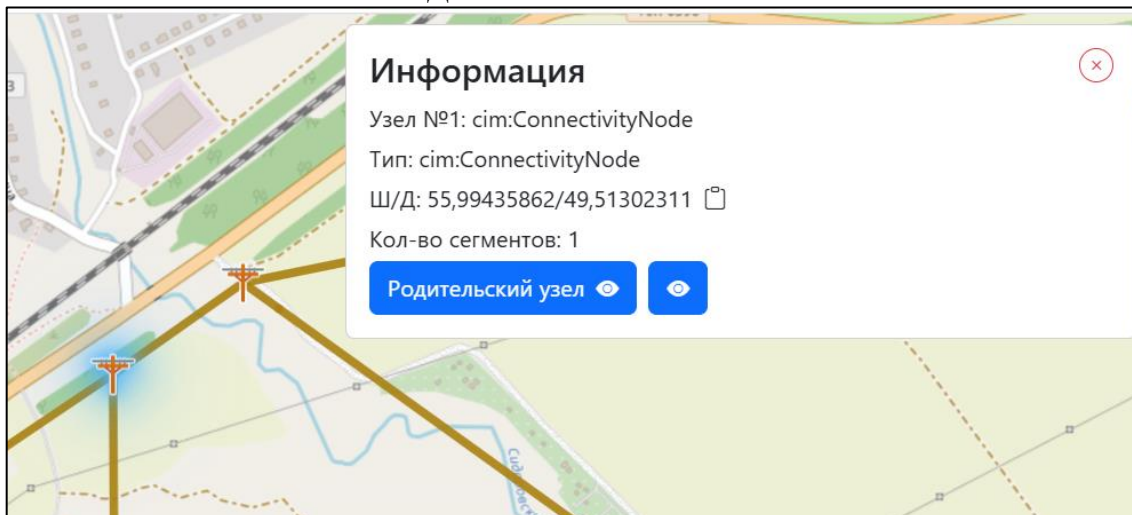

Рисунок 3.5 – Внешний вид отображения информации об узлах ВЛ на карте
3.2.2.4.6 При нажатии на любой компонент ВЛ будет отображаться подробная информация о нем в соответствии с Рисунок 3.4, Рисунок 3.5.